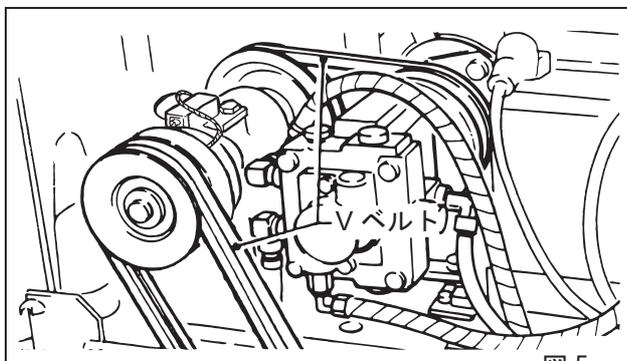
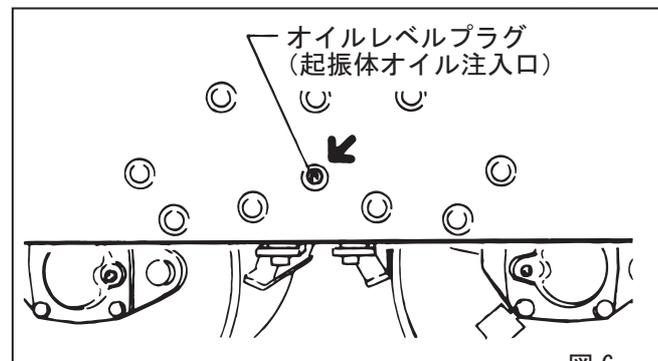

図5
図6
- センターカバーを開き V ベルトの緩みを点検します。張りが弱いと振動が弱くなります。(図5) 起振体ケースからオイル漏れが無い点検します。オイル漏れしている場合は、サイドプレートにあるオイルレベルプラグを外し、オイル量を確認してください。(図6)
回転部(ベルト、プーリー等)に手、服装が巻き込まれると、大変危険です。(図5)